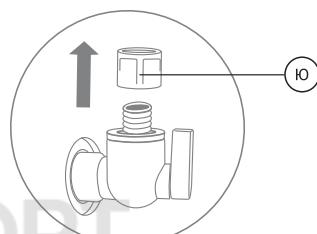
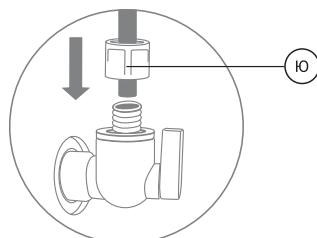

Рис. 23
Рис. 24
- Подключите синюю пластиковую трубку, идущую от фитинга-тройника угольного постфильтра к вентилю (Э2) накопительного бака: открутите накидную гайку (Ю) (рис. 23), проденьте пластиковую трубку (рис. 24) в отверстие накидной гайки (Ю), чтобы трубка вышла на 10...20 мм с другой стороны, установите трубку в резьбовой разъем вентиля, плотно закрутите накидную гайку (Ю) по резьбе (рис. 24).